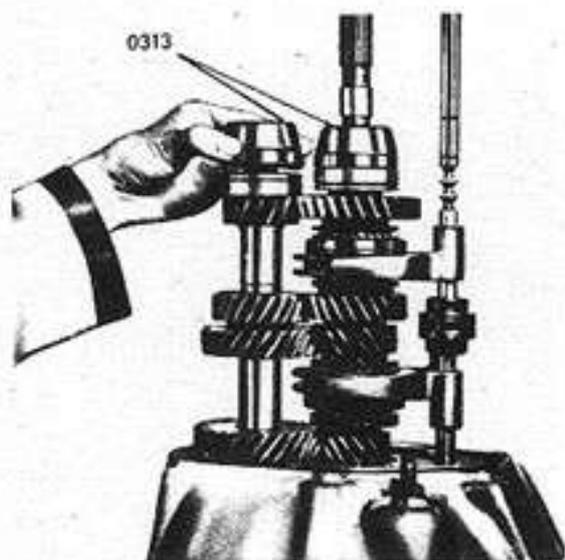

Fig. 26 - Instalación de la herramienta N° 0313
12. Colocar sobre los cojinetes posteriores del eje secundario y del quíntuple la herramienta N° 0313 (Fig. 26).